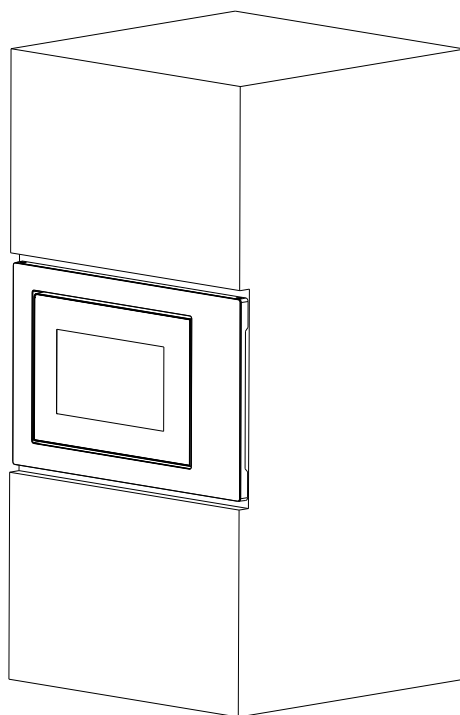

Fig. 2
b) Poussez le four à micro-ondes jusqu'au fond. (Fig. 2)